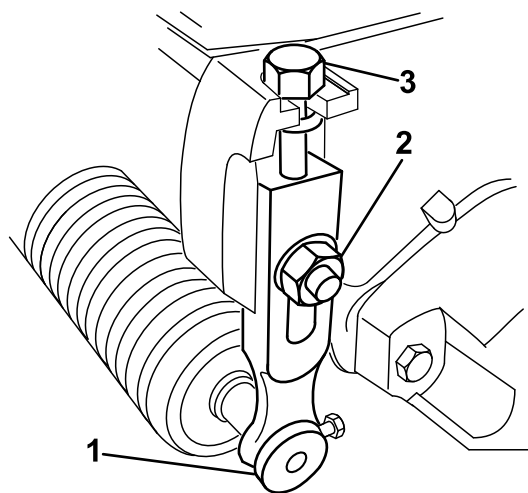

Figura 14
1. Slăbiți contrapiulițele care fixează brațele pentru înălțimea de tăiere de plăcile laterale ale unității de tăiere (Figura 14).